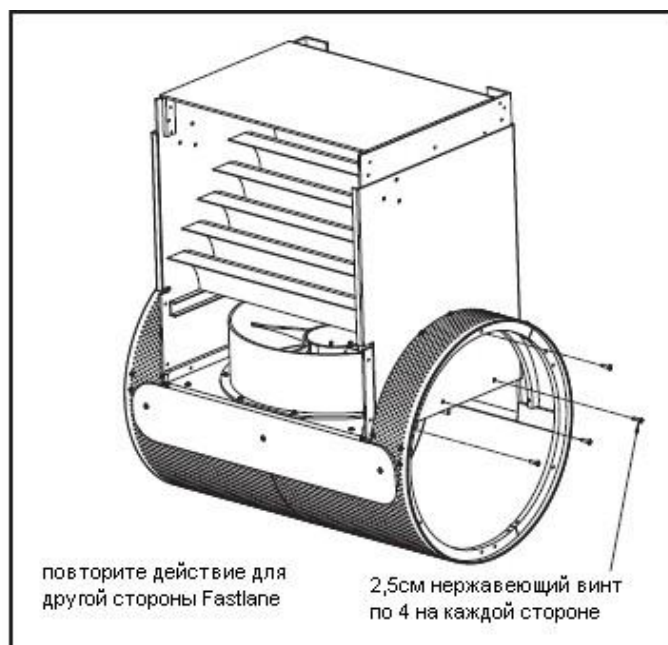

Рис.6.4.В
6.6. Используйте винты для прикрепления верхней части корпуса к базе. По 4 винта на каждой части (всего 8 винтов). На каждой стороне корпуса по три винта, соединяющих нижнюю часть корпуса с ПВХ креплением двигателя и 1 винт для усиления крепления располагаются выше крепёжных винтов. (Рис. 6.4В)